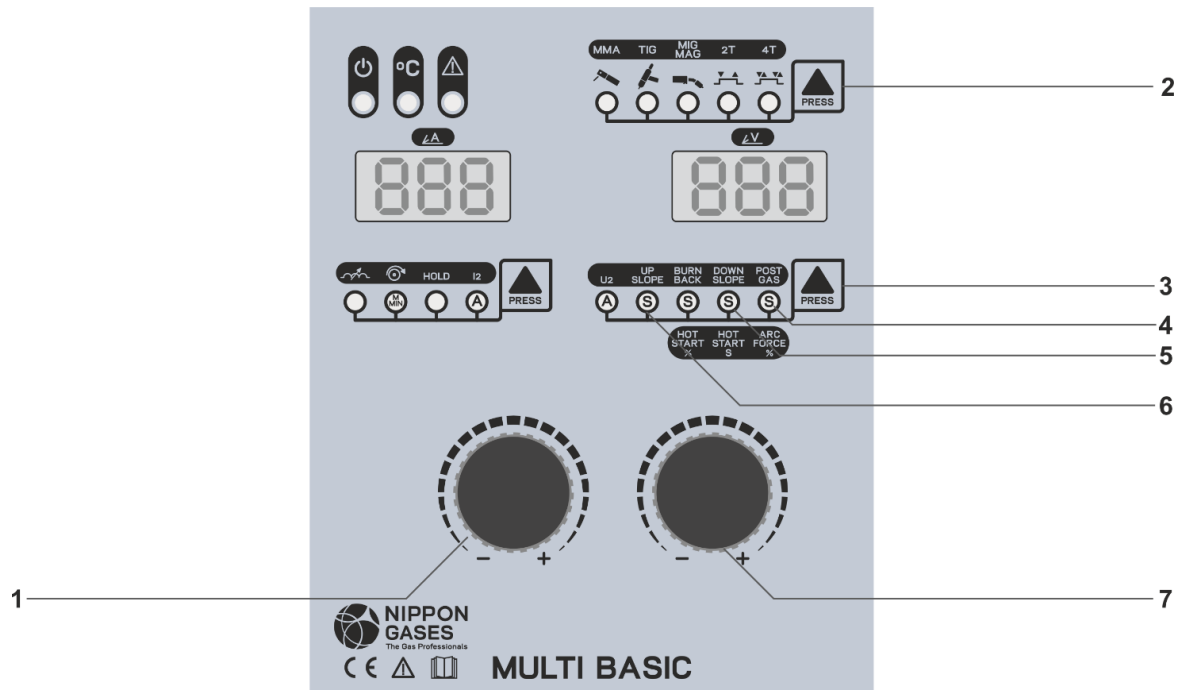

Fig.7
- Conectar el adaptador toma Euro / TIG a la toma Euro Mig y la antorcha TIG a eso adaptador como se indica en la Fig. 7.